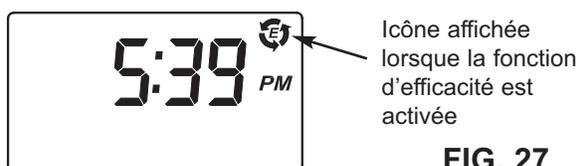

FIG. 27
4. Appuyez trois fois sur le SÉLECTEUR (select) pour revenir à l'écran de fonctionnement normal (cf. figure 27).